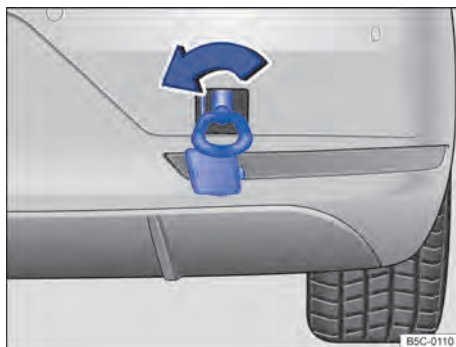

Fig. 196 No para-choque traseiro à direita: rosquear a argola de reboque.
O alojamento da argola de reboque rosqueável está localizado à direita do para-choque traseiro, atrás de uma cobertura ⇒ **Fig. 196**, ⇒ .
- Rosquear a argola de reboque tão firme quanto possível **no sentido anti-horário** no alojamento ⇒ **Fig. 196** ⇒ . Utilizar um objeto apropriado com o qual a argola de reboque possa ser rosqueada com firmeza no alojamento.